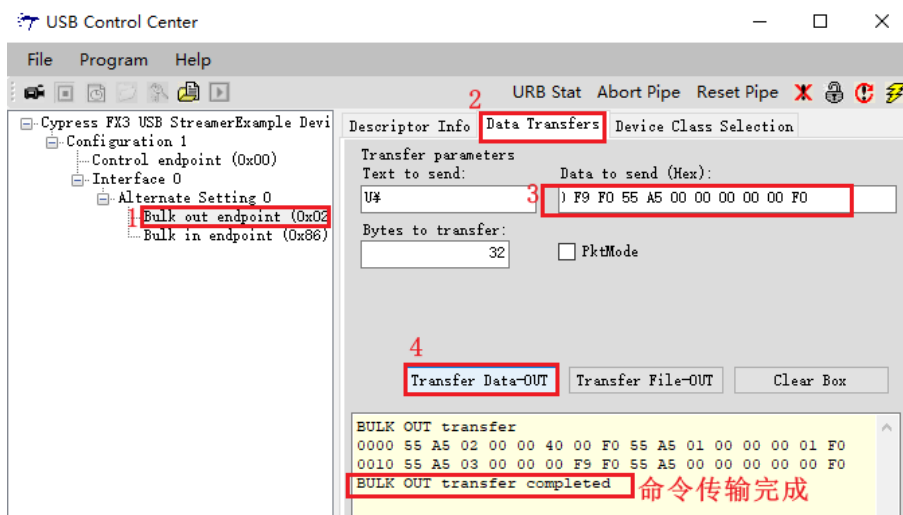

图 1-28 命令传输完成标志
4. 点击 “Transfer Data-OUT” 进行命令传输，传输完成之后如下图 1-28 所示。